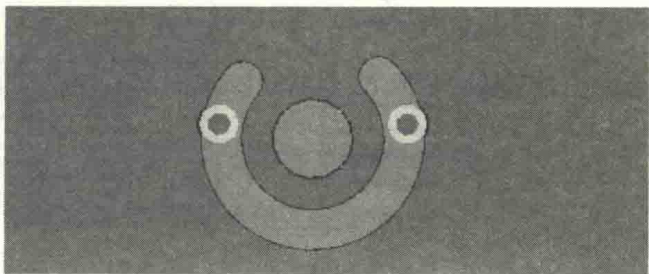

图 5-21 放置 Solder Mask 及 Paste
(3) 放置 Solder Mask (阻焊层) 及 Paste (钢网层)，如图 5-21 所示。一般，Solder Mask 比焊盘单边大 2.5mil，即可以在 Solder Mask 放置比顶层宽 5mil 的圆弧。一般，Paste 和焊盘区域是一样大的，所以放置与顶层一样大的圆弧。